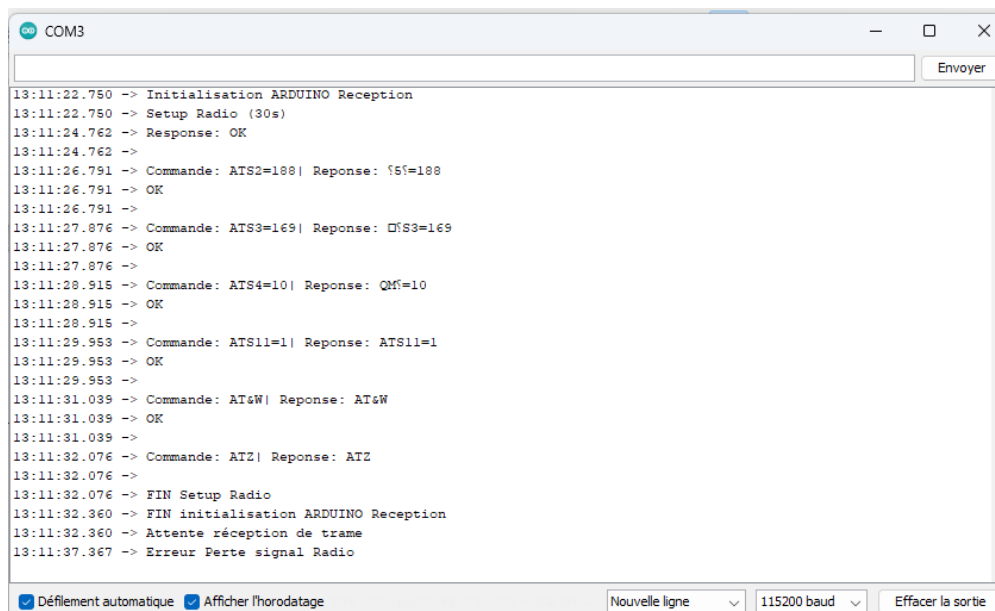

Figure 19: Fenêtre communication série
- Vérifiez que l'initialisation radio a bien été effectuée (vérifiez que « OK » s'affiche après chaque commande sauf pour la dernière). (fig 19)